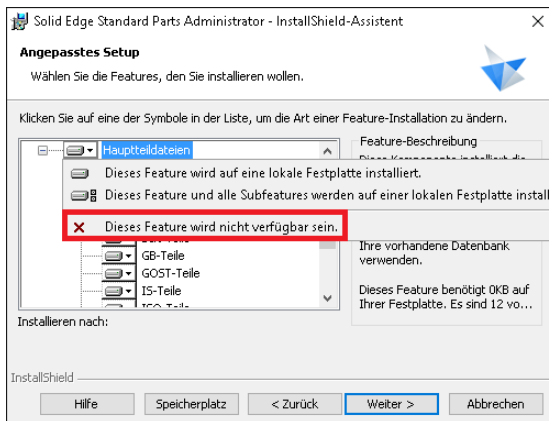
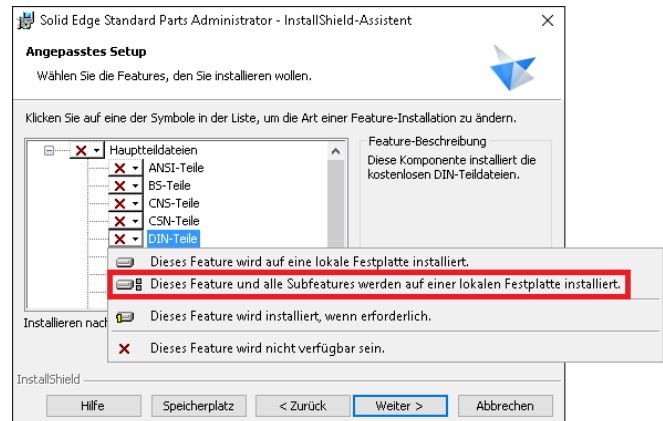
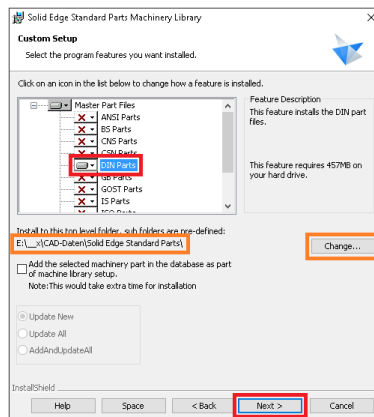

Abbildung 7
Abbildung 8
Abbildung 14
- 3.5. Stellen Sie sicher, dass zumindest eine Norm der sogenannten Hauptteile installiert wird, ansonsten wird **keine** Verbindung zur Datenbank hergestellt – d. h., dass die Standard Parts nicht funktionieren! Wählen Sie zuerst alle Hauptteildateien ab, indem Sie im Pull-Down-Menü das rote X (Abb. 7) auswählen. Dann erweitern Sie ggf. die Liste, so dass Sie eine Norm aktivieren (Abb. 8). Vorzugsweise eine der Normen, die Sie vollständig installieren möchten – Hier im Beispiel DIN-Teile.
- 4.3. Wie schon unter 3.6. (Abb. 8 + 9) beschrieben, wählen die zu installierenden Normen aus (Abb. 14). Der Installationsordner ist schon durch die vorhergehenden Installationsschritte voreingestellt. (Bei Bedarf kann dieser zwar geändert werden, dieses Vorgehen wird jedoch in dieser Anleitung nicht behandelt)